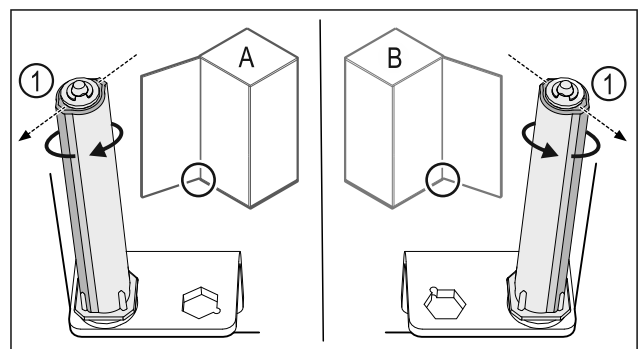

Fig. 35 Butée à gauche (A) / butée à droite (B)
- ▶ Tourner le système de fermeture contre la résistance jusqu'à ce que son arête Fig. 35 (1) pointe vers l'extérieur.